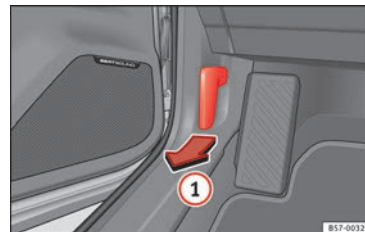

Fig. 9 Levier de déverrouillage sur le plancher, côté conducteur.
- Ouvrir le capot : tirez le levier situé sous le combiné d'instruments » **fig. 9 ①**.